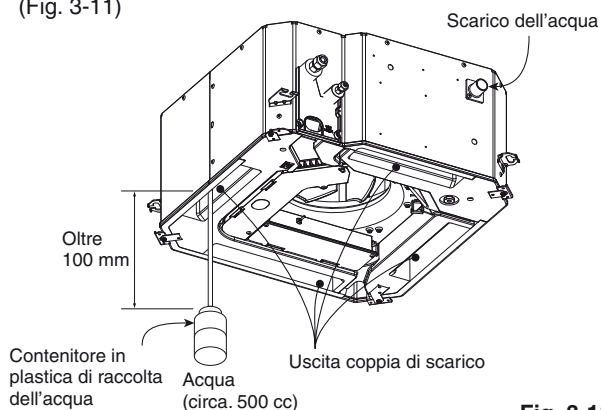

Fig. 3-11
- (1) Mandare corrente ai terminali di alimentazione (terminali R ed S) all'interno della scatola dei circuiti elettrici.
- (2) Versare lentamente circa 500 cc di acqua nella coppa di scarico per controllare che avvenga normalmente. (Fig. 3-11)